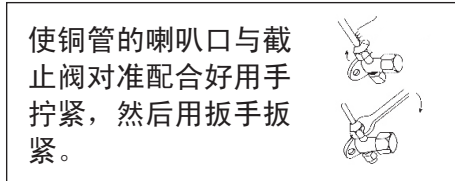

图22
- (3) 在截止阀与管的喇叭口处涂少许冷冻润滑油，然后按图22所示拧紧纳嘴。
- (4) 按图22所示用扳手牢固地将纳嘴扳紧，扭矩力按表（5）规定执行。